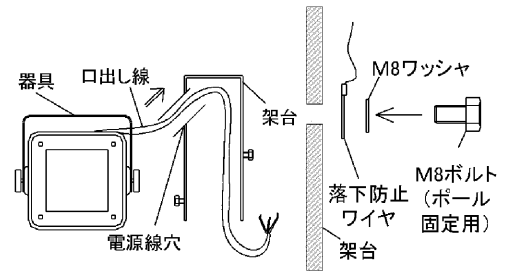

図1 口出し線の 架台挿入 図3 落下防止ワイヤの 固定
- ①ポールから電源線をあらかじめ引き出してください。
- ②器具の口出し線を架台の電源線穴へ通して引き出してください。(図1)
- ③器具の口出し線と架台から引き出した電源線の結線を行ってください。